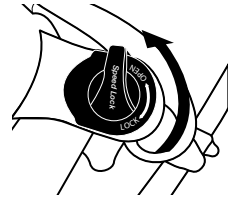

Abb. 19. Ebel in offener Stellung
- Um eine Federgabel zu sperren, drehen Sie den Lockout-Hebel bis zum Anschlag in die Richtung, die mit „Lock“ oder „Firm“ gekennzeichnet ist. (Siehe Beispiele in *Abb. 19*)